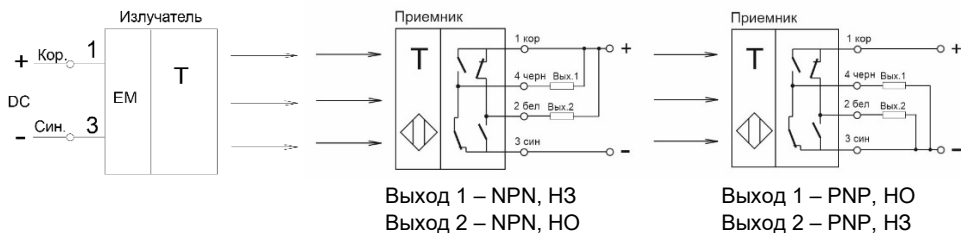

Рисунок 2 - Варианты схем подключения барьеров
3.2 Барьеры включаются в электрическую цепь по 2-х или 4-х проводной схеме (Рис.2). Соответствие выводов и схема подключения указаны в маркировке барьера.
Приёмник имеет выход 1 (конт.4) и выход 2 (конт.2). Коммутационный элемент каждого выхода выполнен по комплементарной (двухтактной, push-pull) схеме: он состоит из двух ключей, работающих противофазно, т.е. если один замкнут, то другой разомкнут. Один ключ соединяет выход с плюсом питания, а другой – с минусом. При отсутствии объекта воздействия выход 1 соединен с минусом питания, а выход 2 соединен с плюсом питания. При появлении объекта, который перекрывает хотя бы один из лучей, выход 1 переключается на плюс питания, а выход 2 переключается на минус питания. Комплементарный коммутационный элемент позволяет включать нагрузку между выходом и плюсом питания, реализуя NPN-выход (рис. 2), или между выходом и минусом питания, реализуя PNP-выход (рис.2). Каждый выход имеет тактовую защиту от короткого замыкания в нагрузку. При срабатывании защиты оба ключа коммутационного элемента переходят в разомкнутое состояние. После устранения короткого замыкания работоспособность коммутационного элемента автоматически восстанавливается.